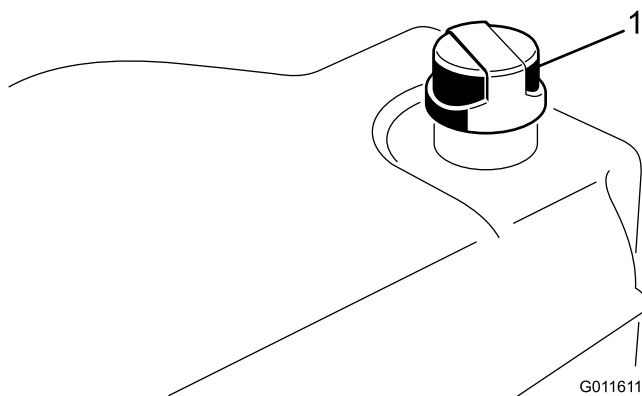

Bild 20
2. Reinigen Sie den Bereich um den Einfüllstutzen und den Deckel des Hydraulikölbehälters (Bild 20).